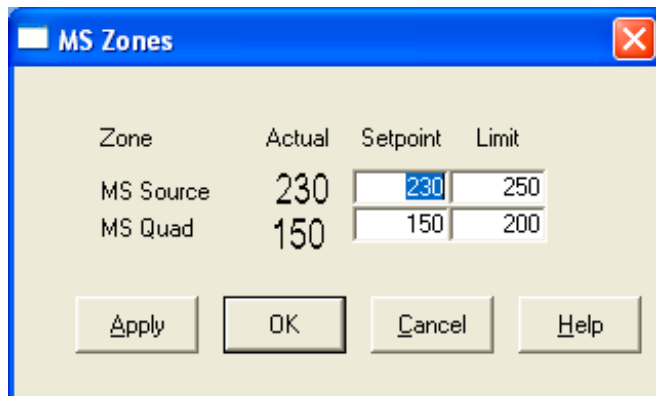

Рис. 15 Установка температур
- 2 Выберите **Temperatures** (температуры) в меню **More Params** (дополнительные параметры) (**Рис. 15**).